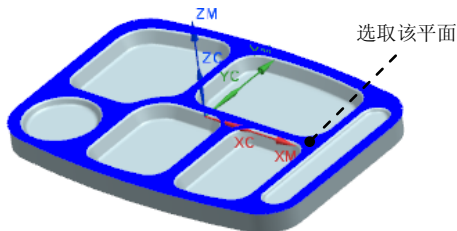
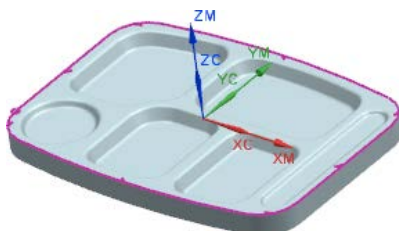

图 1.12 选取面
图 1.13 部件边界
(1) 在“深度加工轮廓”对话框的 **几何体** 区域中单击  按钮，系统弹出“修剪边界”对话框。
(2) 在“修剪边界”对话框的 **面选择** 区域中选中 ☒ **忽略孔** 复选框，在 **修剪侧** 区域中选中 ☒ **外部** 单选项，然后在绘图区域选取图 1.12 所示的面，系统自动生成图 1.13 所示的边界。